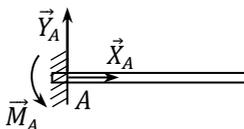

Рис. 8\*
5. Жесткая заделка (защемление) балки (рис. 8\*).